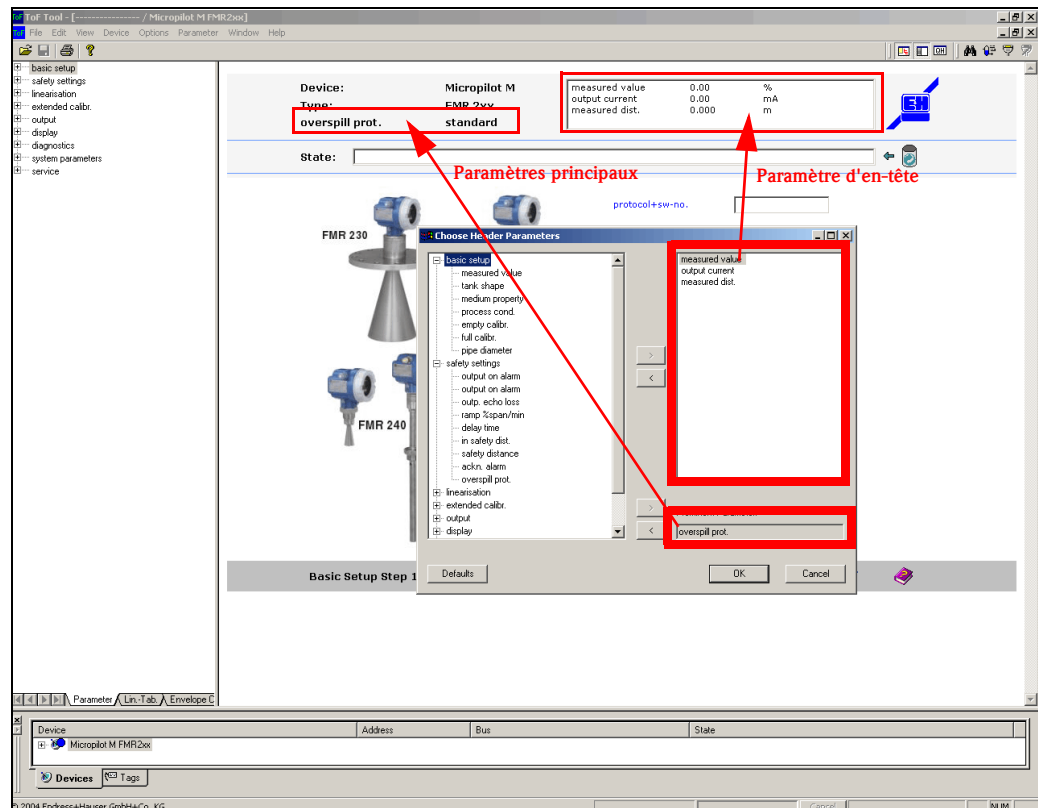

Fig. 38 : Affichage des paramètres de l'appareil dans l'en-tête
3. Les paramètres de la liste de sélection sont affichés en permanence dans la "zone d'en-tête" de la vue de configuration (voir fig. 38). Ce réglage est sauvegardé dans ToF Tool pour chaque type d'appareil (par ex. FMR, FMU, FMP, etc.). A chaque démarrage du programme, cette information est alors disponible pour l'appareil sélectionné pour configuration dans la liste.